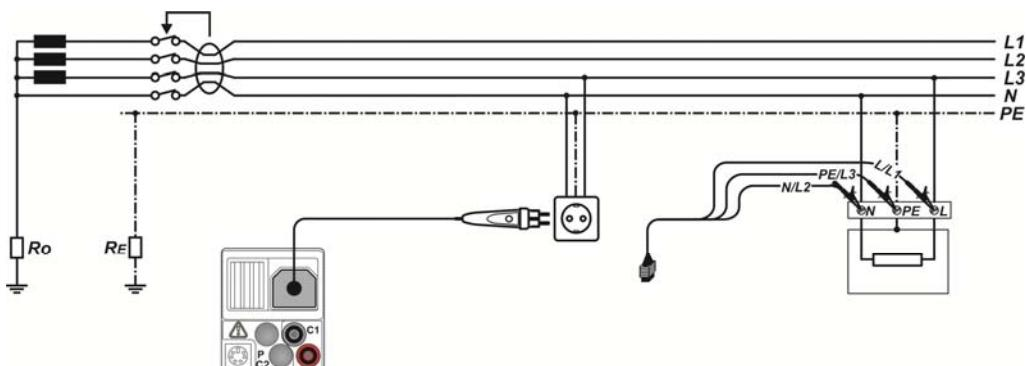

Рисунок 5.20: Подключение штепсельного щупа «*plug commander*» и 3-х проводного тестового кабеля
- Подключите** испытательную проводку (выводы) к исследуемому компоненту (см. Рисунок 5.20: Подключение штепсельного щупа «*plug commander*» и 3-х проводного тестового кабеля
- **Подключите** испытательные провода (выводы) к исследуемому компоненту (см. Рисунок 5.20: *Подключение штекельного щупа «plug commander» и 3-х проводного тестового кабеля*
- **Подключите** измерительную проводку (выводы) к тестируемому элементу (см. Рисунок 5.20: Подключение штексерального щупа «plug commander» и 3-х проводного тестового кабеля
| <ul style="list-style-type: none"> □ Выберите функцию УЗО при помощи кнопок переключателя функций. □ Выберите подфункцию АВТО. Классификация результатов измерения I_{C} УЗО будет осуществляться одновременно с сохранением. Автоматическая проверка AUTO осуществляется одинаково независимо от выбранной подфункции. Тем не менее, важно выбрать соответствующую подфункцию, чтобы классифицировать правильно результаты измерений для учета в проверочной документации (отчетах об испытаниях). □ Установите тестовые параметры (при необходимости). □ Подключите испытательный кабель к прибору. □ Подключите измерительную проводку (выводы) к тестируемому элементу (см. Рисунок 5.20: Подключение штекельного щупа «plug commander» и 3-х проводного тестового кабеля). □ Для проведения испытаний нажмите на кнопку ПРОВЕРКА (TEST). | |